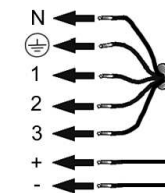

Abb. 2 / Fig. 2
- Tragschienen mittels Schienenverbinder miteinander verbinden (bis Anschlag). Montieren des Schienenverbinders durch Aufschieben auf folgende Schiene und Befestigung mittels Hebeln (zuerst den mit „1“ markierten Hebel schließen, dann den zweiten Hebel schließen, siehe Abb. 2, Beachtung der separaten Montageanleitung des Schienenverbinders).
Connect mounting rail by means of rail connector (until stop). Assembly of rail connector by slide onto next rail and mounting by means of levers (first close the lever marked "1", then close the second lever, see Fig. 2, observe the separate assembly instructions of the rail connector).